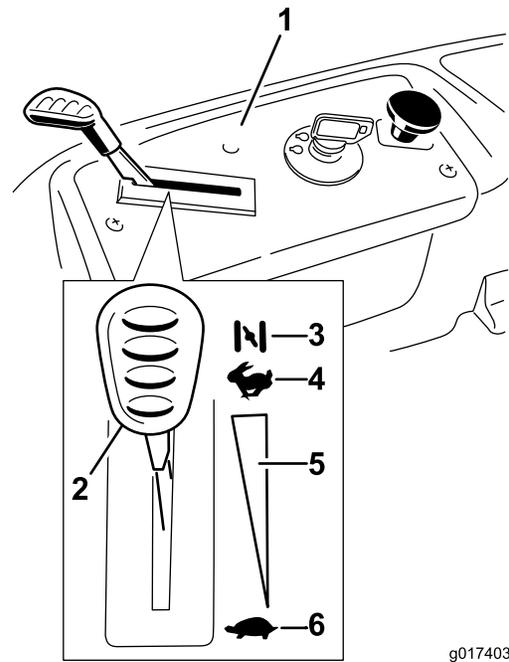

Figure 13
3. Placez la commande d'accélérateur en position Starter pour démarrer à froid (Figure 13).
5. Lorsque le moteur a démarré, amenez progressivement la commande d'accélérateur en position Haut régime (Figure 13).